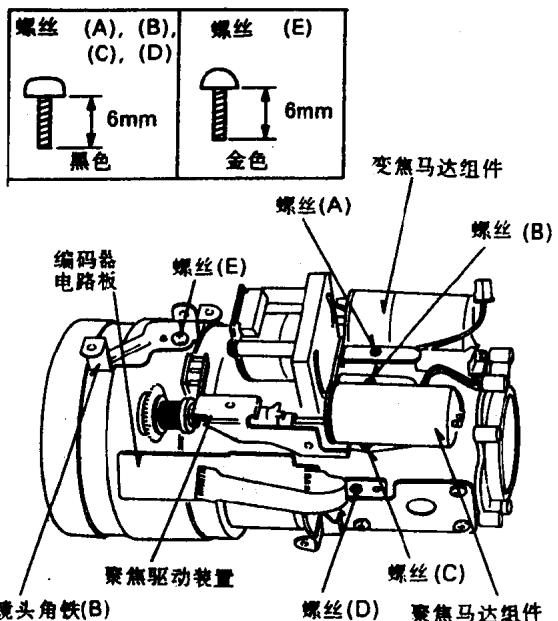
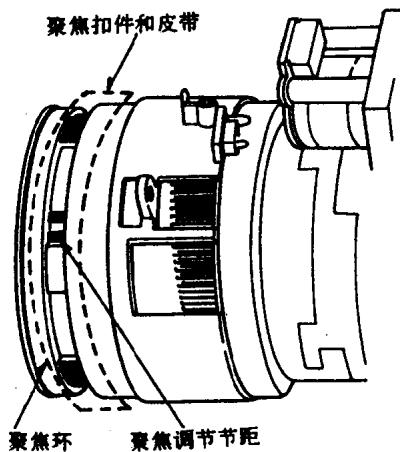
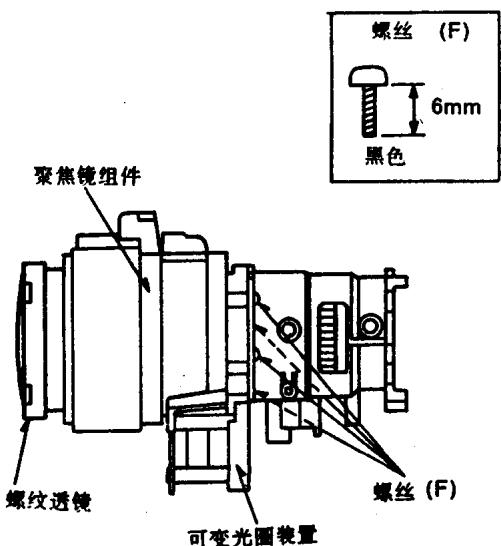
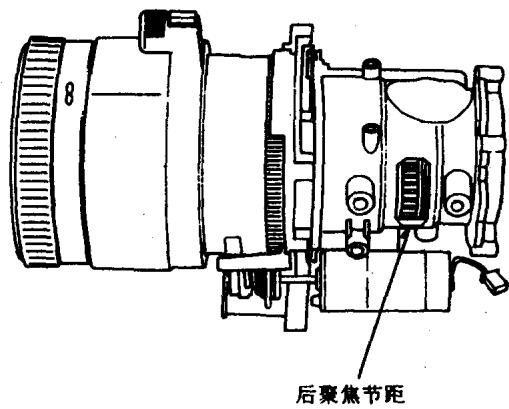

图 T5
图 T6
图 T7
图 T12
- (1) 从 VHS 摄录一体机上拆下摄像装置。
- (2) 从摄像装置上拆下镜头盖和电路板 (处理、自动聚焦、传感器电路板, 图 T5)。
- (3) 旋下螺丝 (A) 并拆下变焦马达组件。
- (4) 旋下螺丝 (B) 并拆下聚焦马达组件。
- (5) 旋下螺丝 (C) 并拆下聚焦驱动装置。
- (6) 旋下螺丝 (D) 并拆下编码器电路板。
- (7) 旋下螺丝 (E) 并拆下镜头角铁 B。
- (8) 按以下方法拆下聚焦扣件和皮带 (图 T6)。
- (9) 逆时针旋转聚焦调节节距以拆下聚焦环。
- (10) 按下面方法旋下 4 个螺丝 (F), 和可变光圈装置一起拆下聚焦镜组件 (图 T7)。
- (11) 从聚焦镜组件上拆下可变光圈装置, 并更换聚焦镜组件。
(12) 更换了聚焦镜组件后，把可变光圈组件装到聚焦镜组件上。
(13) 聚焦镜组件和可变光圈组件一起安装，然后按图 T7 所示，旋上四个螺丝 (F)。
(14) 按下面方法调试螺纹镜头的位置：
(17) 按图 T6 所示安装聚焦扣件和皮带。
(18) 按与安装步骤相反的次序安装电路板(处理、自动聚焦、传感器、编码器电路板)和变焦马达。
(19) 装上聚焦环之后，按下面方法调试后聚焦节距的位置：
- 调节后聚焦节距以获得最佳聚焦 (图 T12)。